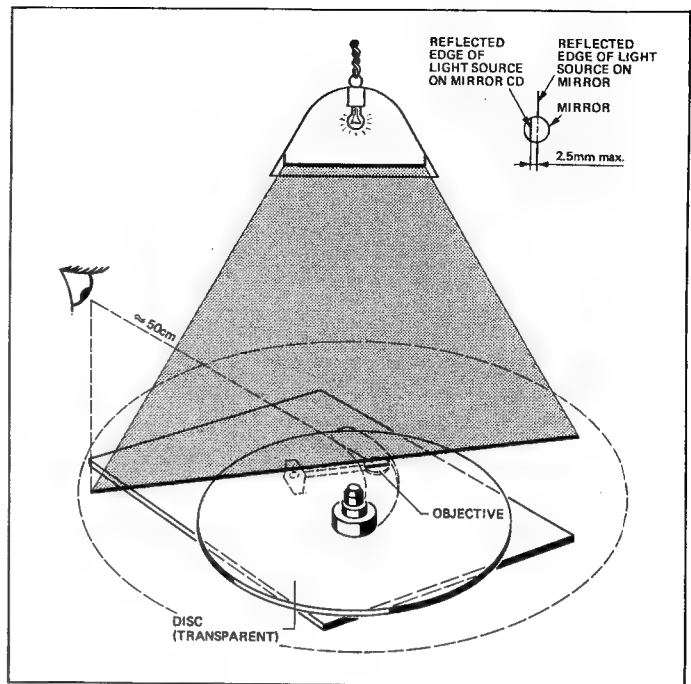
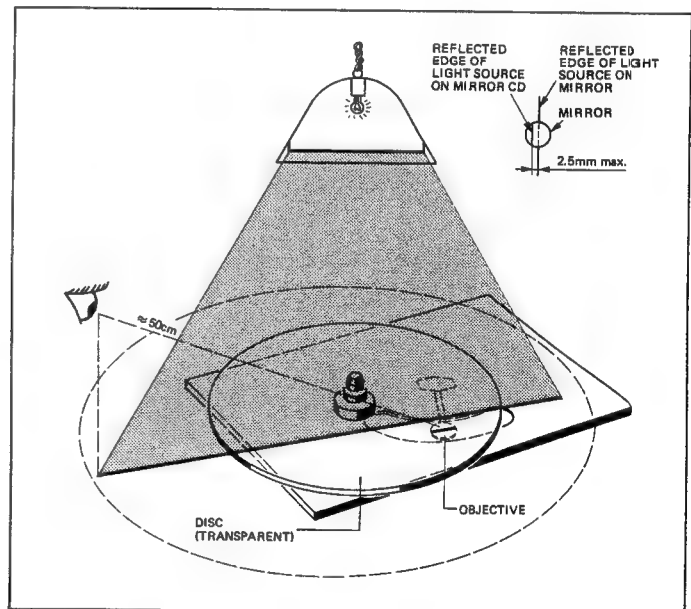

Fig. 4.13
Fig. 4.14
→ Fig. 4.13 / Fig. 4.14
- Beim Betrachten der beiden Schattenlinien auf der Glas-CD und auf dem Spiegel (Fig. 4.13) darf deren seitlicher Versatz nicht mehr als 2,5 mm betragen.
- Laufwerk so aufstellen, dass die Schattenlinie senkrecht zum Abtastarm, aber durchs Zentrum des Spiegels auf der Laser-Optik verläuft. (Fig. 4.14)